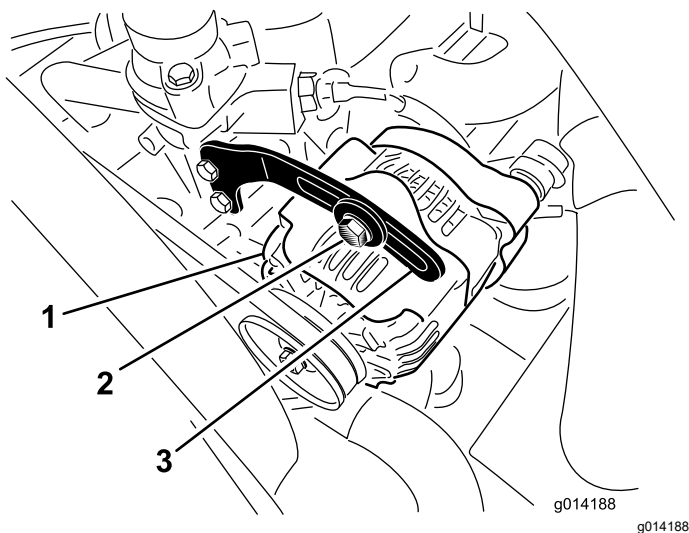

Рисунок 48
2. Проверьте натяжение ремня генератора, надавив на него (**Рисунок 48**) посередине между шкивами генератора и коленчатого вала с усилием 10 кг.
3. Ослабьте болт крепления скобы к генератору (**Рисунок 48**) и шарнирный болт генератора.